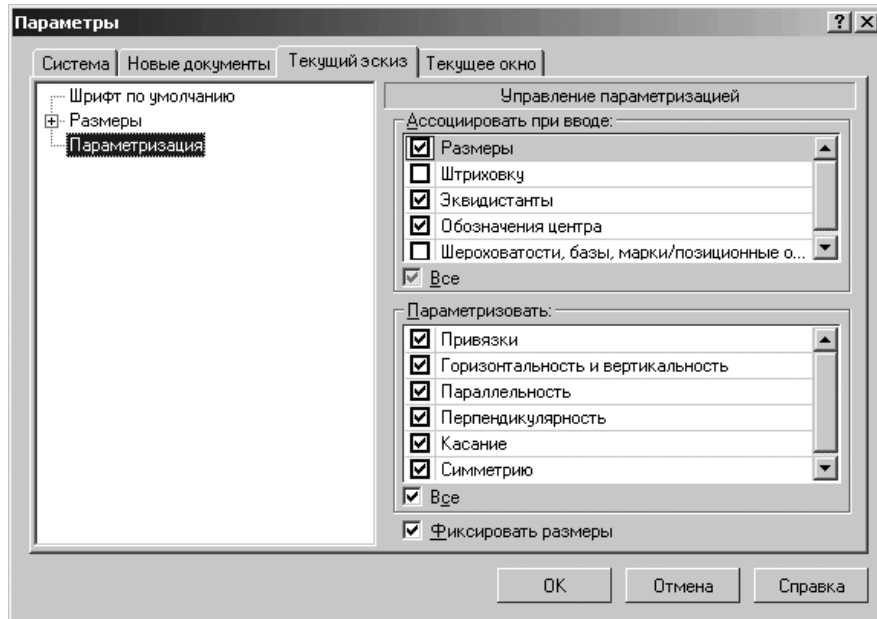

Рис. 2.50. Диалоговое окно **Параметры** с открытой вкладкой **Текущий эскиз**
- щелкните в левой части диалогового окна по пункту **Параметризация**, если он не выделен. Появится в правой части панель **Управление параметризацией** (рис. 2.50).